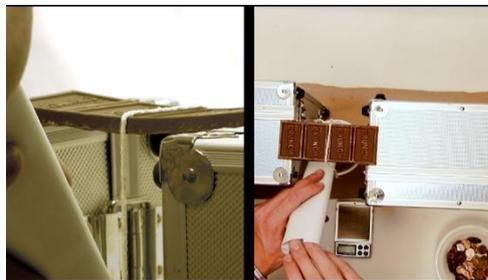

Figure 3 : Approche de la contrainte à la rupture
- A la rupture (figure 3), peser le récipient, noter m'_3 .